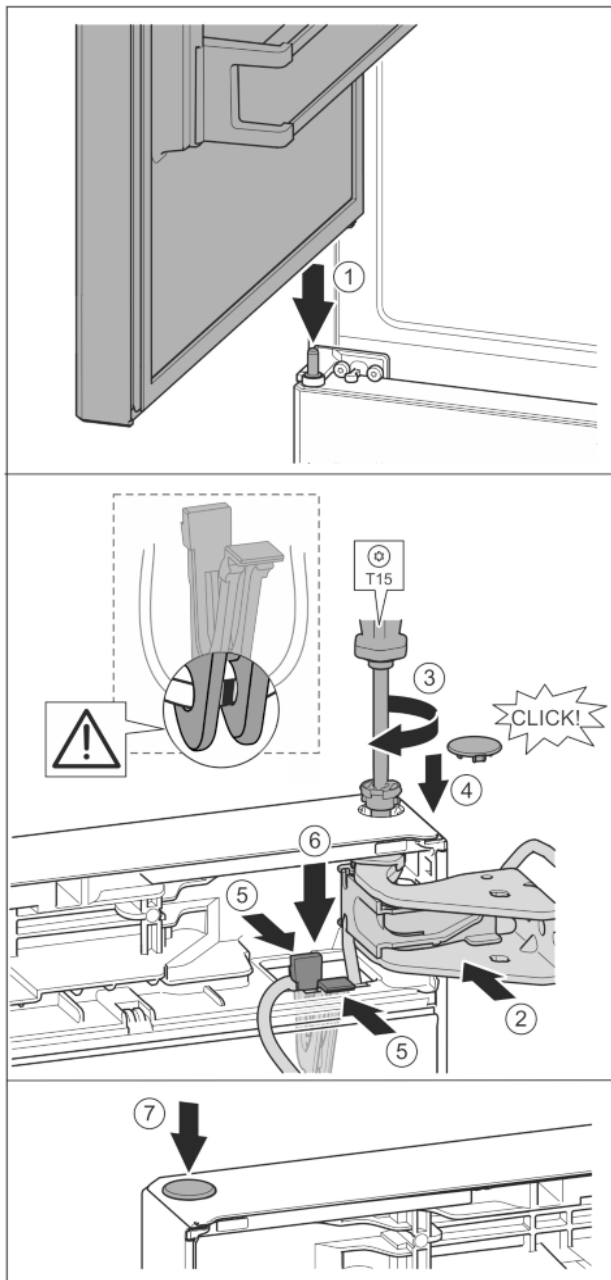

Fig. 41
- ▶ Așezarea ușii superioare pe bolțul central de lagăr. *Fig. 41 (1)*
- ▶ Aliniați ușa sus spre deschizătură în suportul de lagăr. *Fig. 41 (2)*
- ▶ Introduceți bolțul și înșurubați-l ferm cu șurubelnița T15. *Fig. 41 (3)*
- ▶ Montarea capacului de siguranță pentru siguranța ușii: Introduceți capacul de siguranță și controlați dacă este așezat pe ușă. În caz contrar, introduceți complet bolțul. *Fig. 41 (4)*
- ▶ Introduceți suportul cu cablul fixat pe acesta în deschizătură. *Fig. 41 (5)*
- ▶ Apăsăți suportul în jos până când eclisa se fixează în poziție. *Fig. 41 (6)*
- ▶ Introduceți dopul. *Fig. 41 (7)*